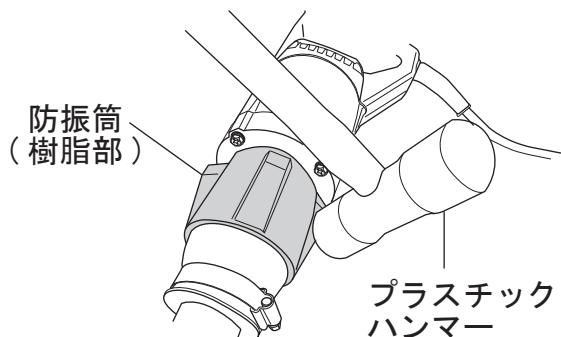

図3
1. 防振筒の樹脂部をプラスチックハンマーでたたき防振筒および振動筒ケースを外す。(防振筒のネジは左ネジです。)(図3)
5. 防振筒をねじ込み、防振筒の樹脂部をプラスチックハンマーでたたき振動筒を固定する。(防振筒のネジは左ネジです。)(図3)